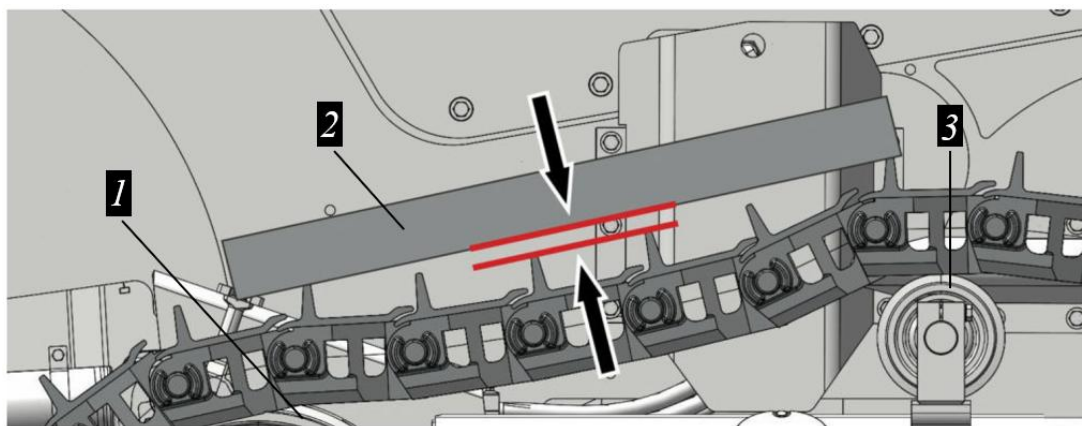

Рисунок 5.74. Проверка натяжения гусеницы
- ▶ Разместите измерительную линейку на гусенице между натяжным колесом и крайнем (ближайшем) поддерживающим катком, см. рис. 5.74 или между ведущей шестерни и крайнем (ближайшем) поддерживающим катком.
- ▶ Измерить провисание гусеницы на свободном участке цепи между нижней кромкой измерительной линейки и грунтозацепом звена, см. рис. 5.74.